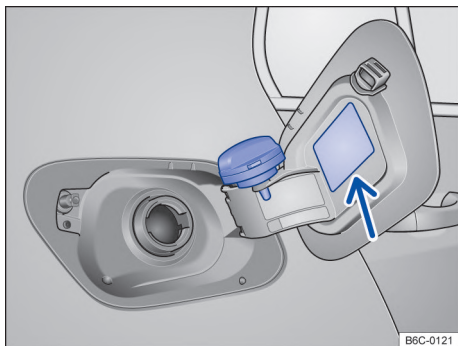

Fig. 158 Portezuela del depósito de combustible abierta con el tapón de cierre del depósito de combustible colgado.
- Retirar el tapón del depósito girándolo en sentido antihorario y encajarlo en el soporte de la tapa del depósito → fig. 158.